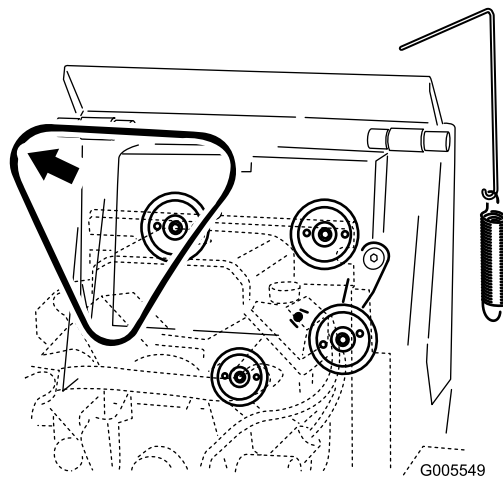

Figura 53
5. Retire la correa de las 3 poleas (Figura 53).